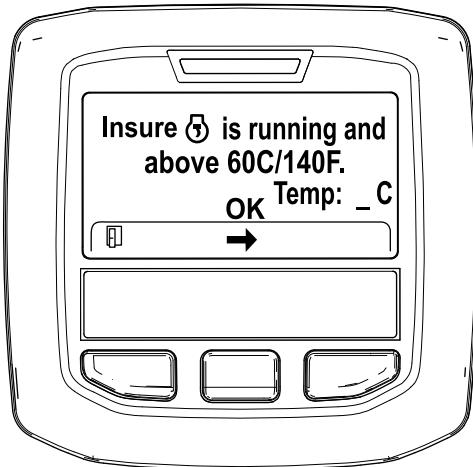

Figura 51
- Se la temperatura del refrigerante è inferiore a 60 °C, viene visualizzato il messaggio "Insure is running and above 60C/140F" (Assicurarsi che sia in funzione e sopra 60 °C). (Figura 51).